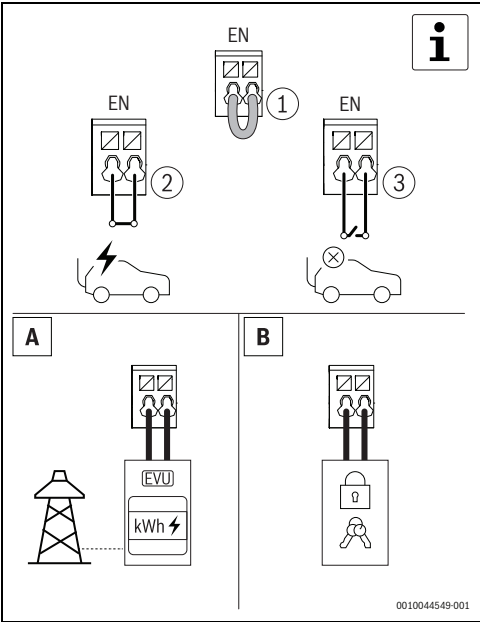

Bild 503 Digital ingång som tillval
- Lås upp Power Charge 7000i med RFID-kortet, appen eller den externa låsanordningen. Detta steg är valfritt (→ bild 503 och 6.1.5, sida 482).